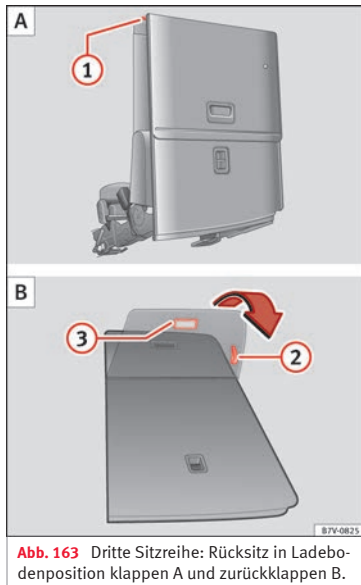

Abb. 163 Dritte Sitzreihe: Rücksitz in Ladebodenposition klappen A und zurückklappen B.
- Gegebenenfalls Hebel »» **Abb. 163** ❷ ziehen, um den Rücksitz in Längsrichtung in die gewünschte Position zu verschieben. »»
- Entfernen Sie Gegenstände aus dem Fußraum vor und hinter dem Rücksitz »» ❶.
- Hebel »» Abb. 163 ❶ nach oben ziehen und Rücksitzlehne nach vorn klappen. Der komplette Rücksitz klappt nach vorn »» ⚠ und auch die Sitzfläche schwenkt selbsttätig nach vorn.
- Schlaufe »» Abb. 163 ❷ ziehen, um die Sitzabdeckung zurückzuklappen.
- Ziehen Sie am Haltegriff »» Abb. 163 ❸. Der komplette Rücksitz klappt nach hinten.